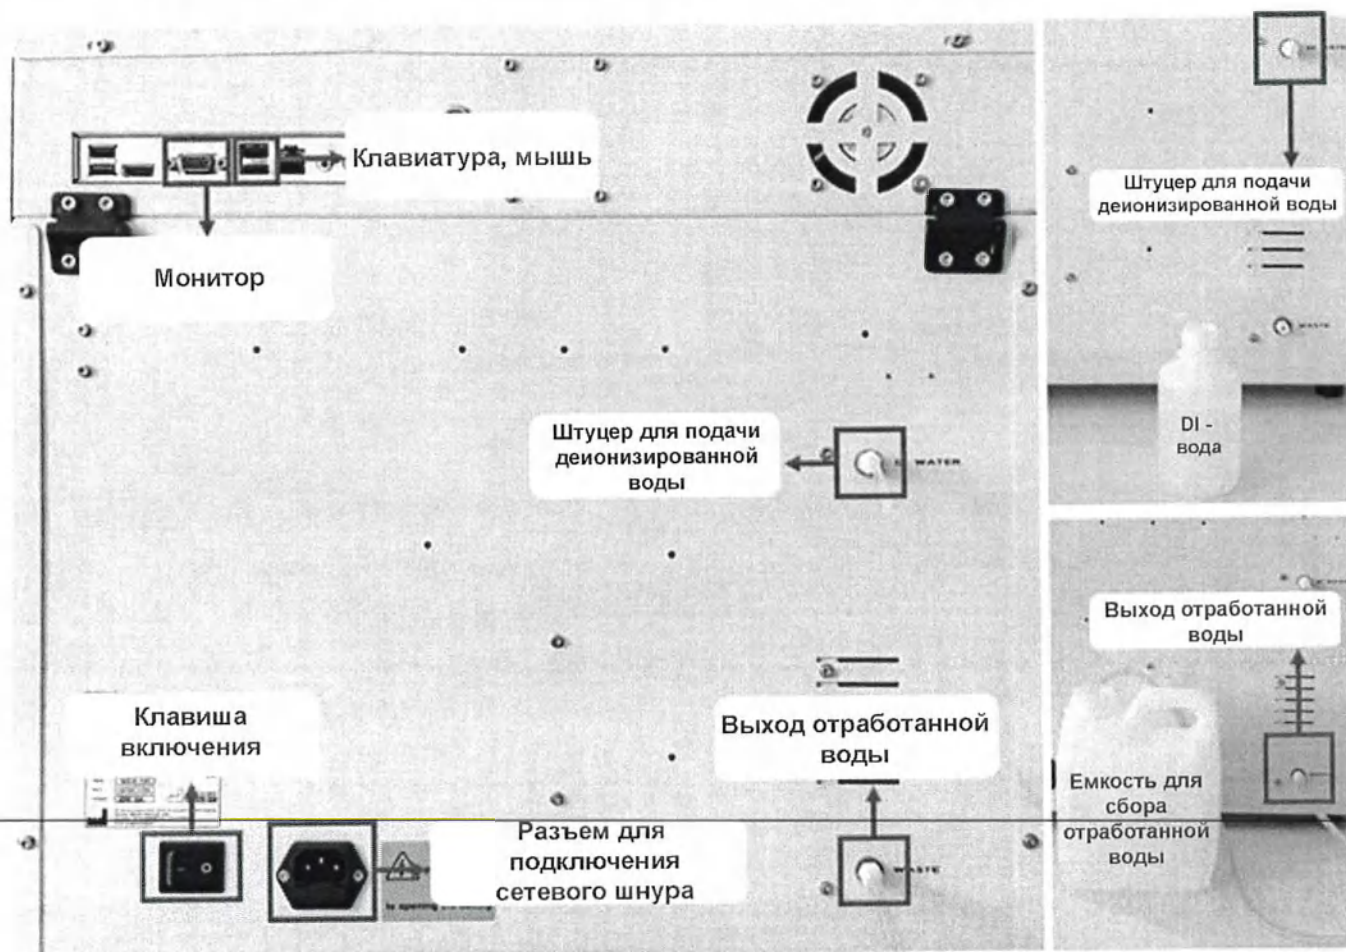

Рисунок 2
7.9 Подсоединение персонального компьютера и трубок (Рисунок 2)
5 Включить Устройство с помощью клавиши включения «POWER BUTTON» на задней панели (Рисунок 2).